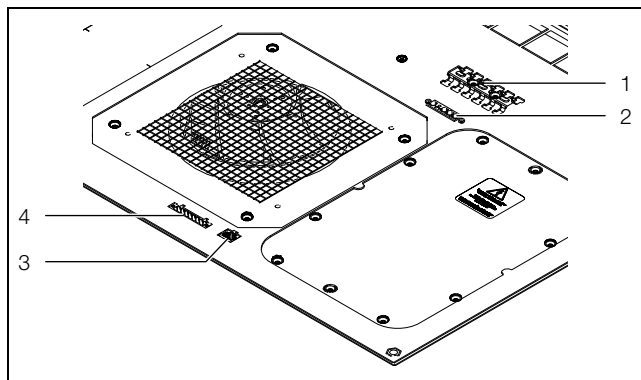

Fig. 7: Connessioni nel fondo del condizionatore da tetto
- Il cavo dei segnali può essere collegato ai contatti della guida portacavi con profilo dentellato (fig. 7, pos. 1).